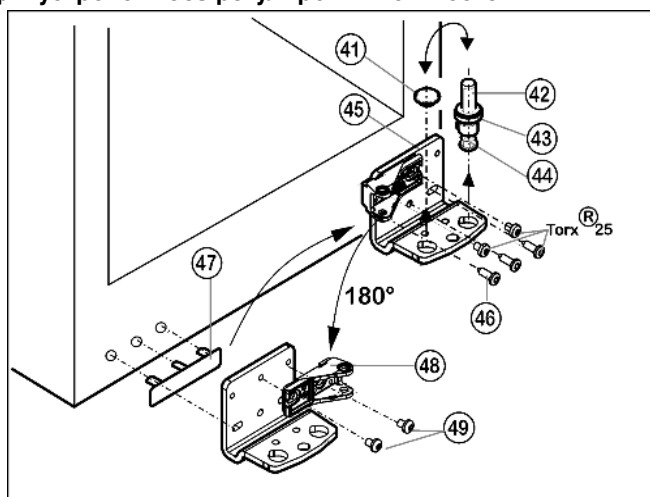

Fig. 12
- ▶ Извлеките опорный винт Fig. 12 (42) в комплекте с шайбой Fig. 12 (43) и регулируемой опорой Fig. 12 (44), вытягивая его вверх.
- ▶ Снимите пробку Fig. 12 (41).
- ▶ Открутите Fig. 12 (46) опорный кронштейн Fig. 12 (45).
- ▶ Открутите опорную деталь Fig. 12 (48) и снова прикрутите внутри с поворотом на 180°.
- ▶ Осторожно снимите и переставьте на противоположную сторону крышку со стороны ручки Fig. 12 (47).
- ▶ Снова прикрутите нижний опорный кронштейн Fig. 12 (45) на новой стороне шарнира (с моментом 4 Нм). При необходимости используйте аккумуляторный шуруповерт.
- ▶ Переставьте пробку Fig. 12 (41) в свободное отверстие.
- ▶ Вновь установите опорный винт Fig. 12 (42) в комплекте с шайбой и регулируемой опорой. При этом фиксатор должен быть направлен назад.